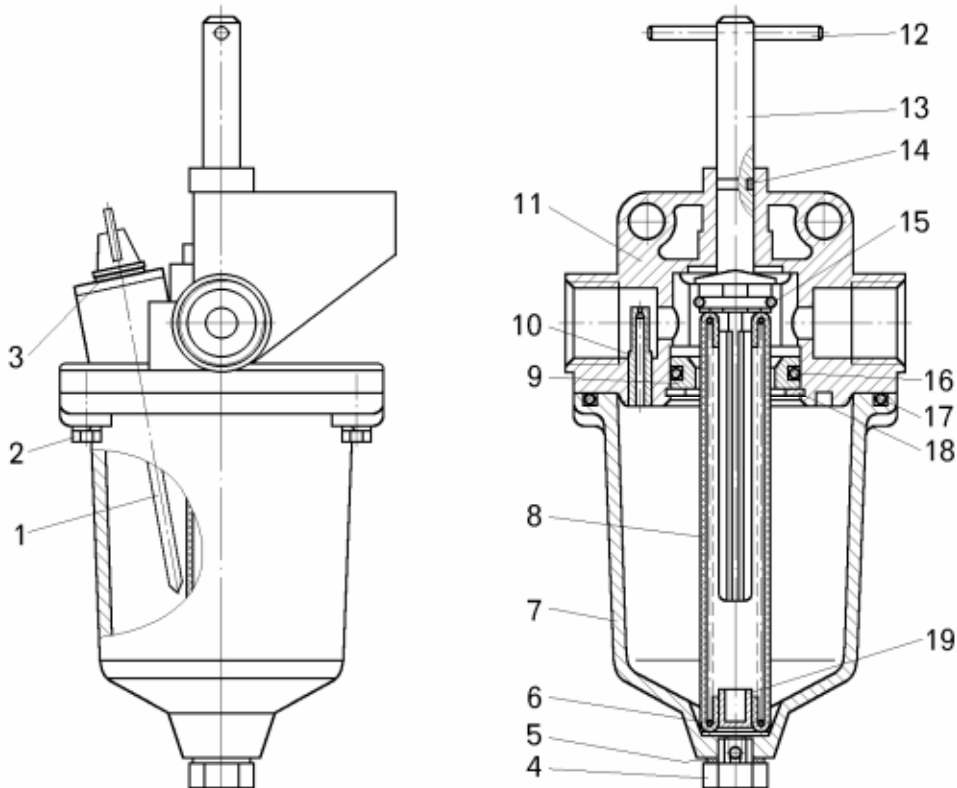

Рисунок 13.4 – Противозамерзатель:
- отвернуть болты 2 (рисунок 13.4) и разъединить корпус верхний 11 с корпусом нижним 7;